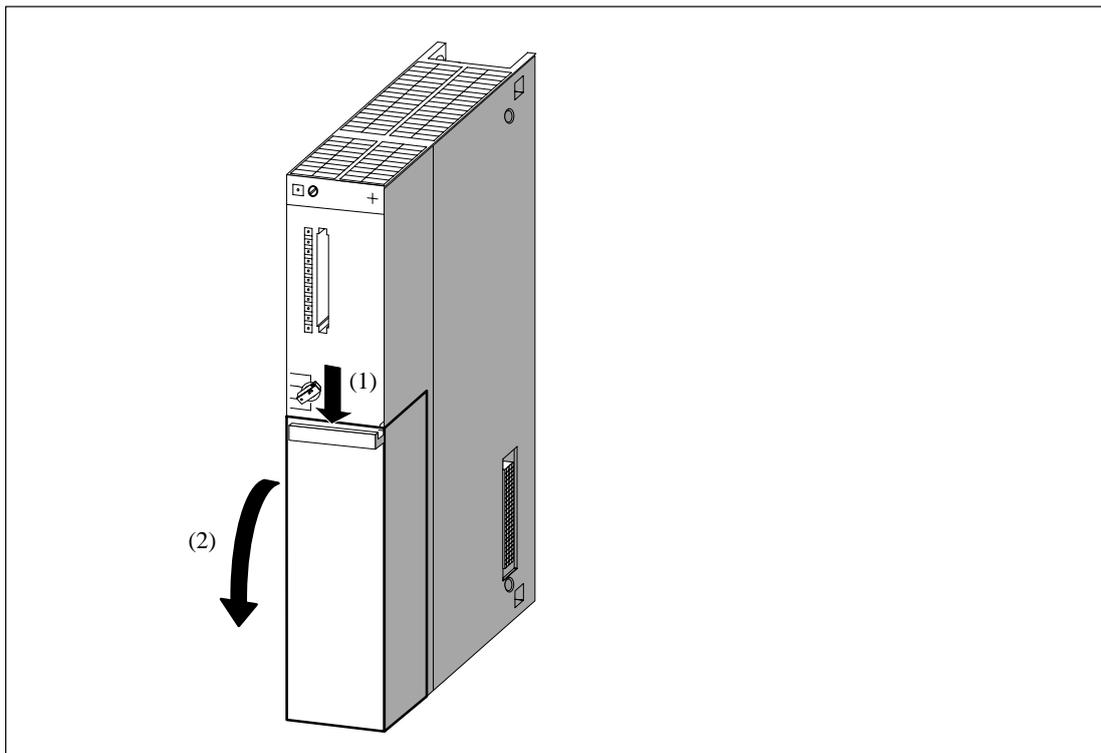

Figura 8-22 Retirar la capota
4. Dado el caso, abrir los módulos retirando su carpota respectiva. La figura 8-22 muestra cómo abrir un módulo.
- Apretar la palanca de retención hacia abajo (1).
- Sacar la capota abatiéndola hacia adelante (2).